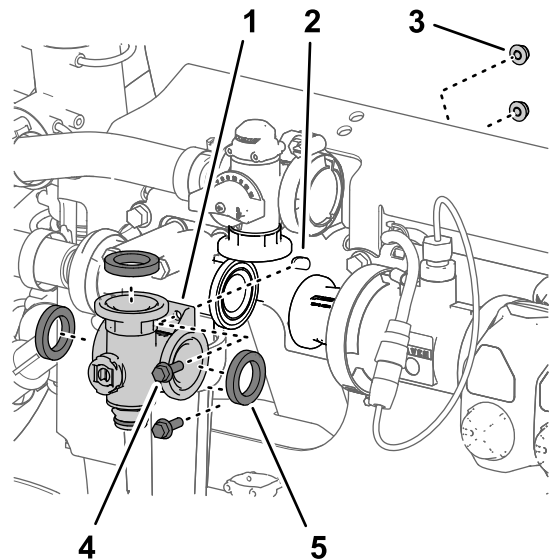
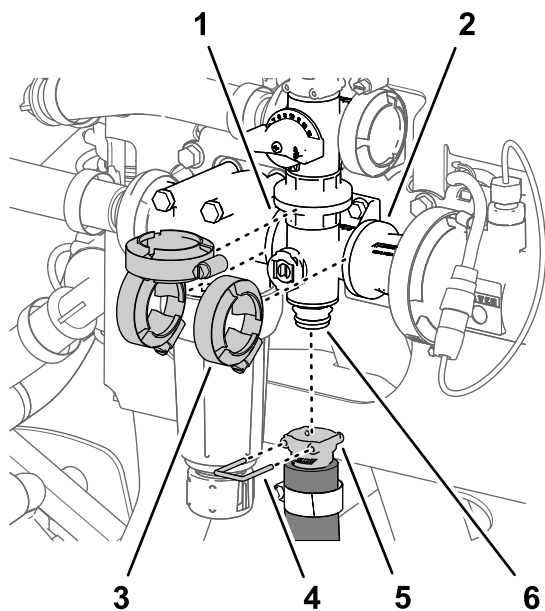

Figura 120
Figura 121
- Alinee la brida del distribuidor de la válvula de agitación y las 3 juntas con las bridas de la válvula de desvío de agitación, la cabeza del filtro de presión, y el adaptador de acoplamiento (Figura 120 y Figura 121).
2. Sujete provisionalmente el colector de la válvula de agitación a la válvula de desvío de agitación, la cabeza del filtro de presión, y el adaptador de acoplamiento (Figura 121) con las 3 bridas de fijación que retiró en Retirada del distribuidor de agitación \(página 83\).
5. Apriete las 3 bridas de fijación a mano (Figura 121).
6. Monte el acoplamiento rápido de la manguera de agitación en el acoplamiento rápido del distribuidor de la válvula de agitación con la grapa (Figura 121).